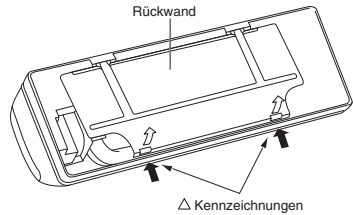

Abb. 3-32
- (2) Auf die zwei -Markierungen an der Rahmenabdeckung drücken und die feststehenden Laschen vom Rahmen lösen. (Abb. 3-32)